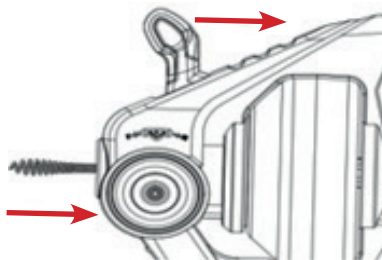

Abb. 7
- Die Spiralwelle wird vorn herausgeführt (Abb. 7).